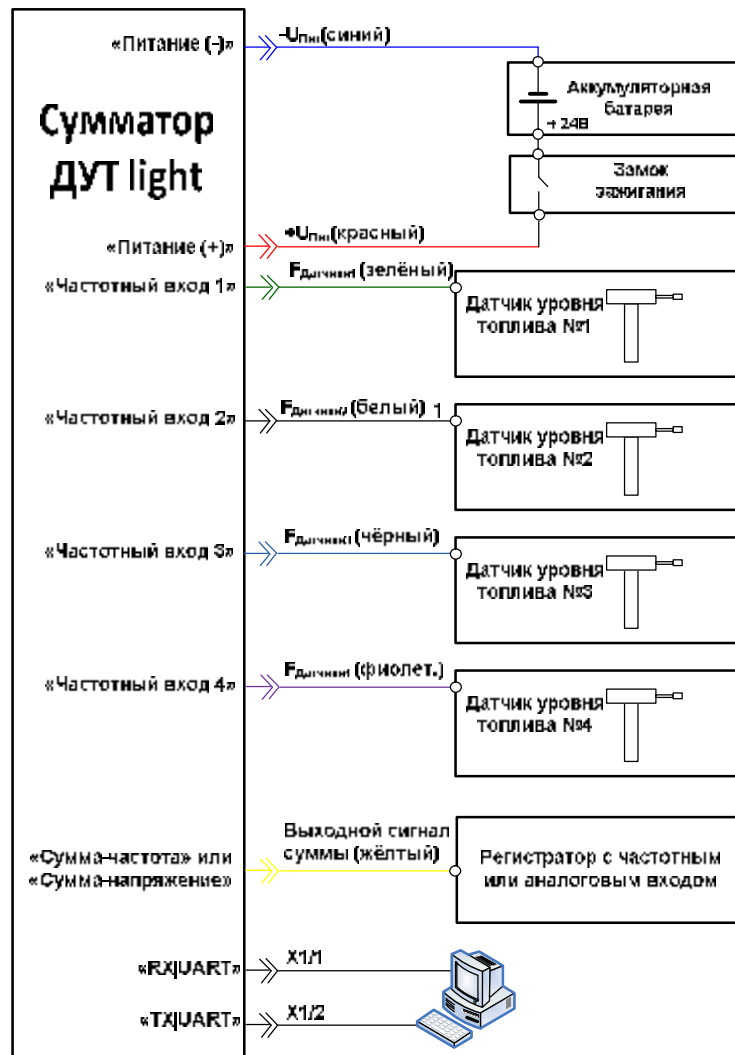

Рисунок 3. Общая схема электрических подключений Сумматора ДУТ
3. подключить Сумматор ДУТ и частотные датчики ДУТ №1, ДУТ №2, ДУТ №3 и ДУТ №4 согласно схеме электрических подключений, представленной на рис.3.;